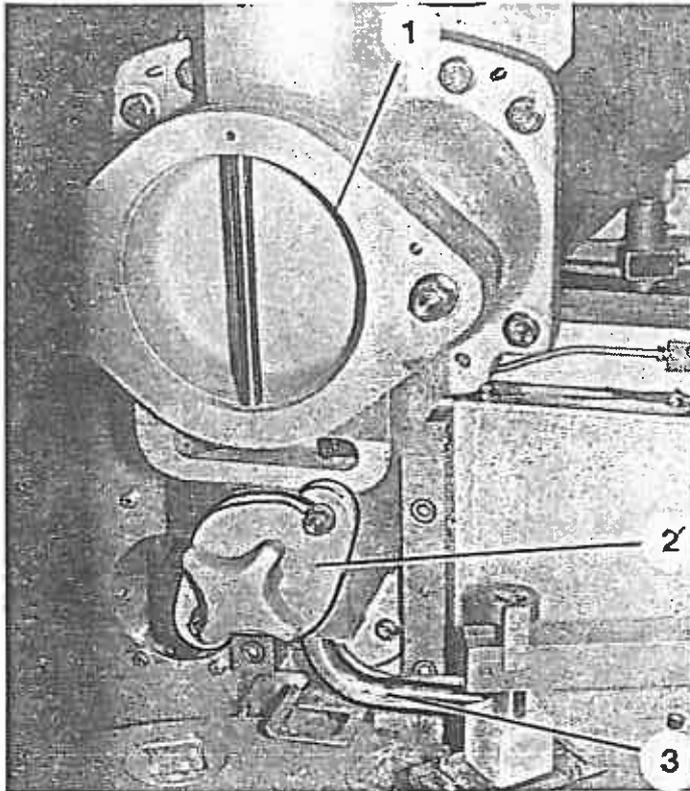

Bild 121.16
12. Verschlußdeckel (Bild 121.16/1 + 2) unter Beachtung der Einbauhinweise zu den Bildern 121.3 und 121.9 wieder einbauen. Ablaufmundstück (Bild 121.16/3) einbauen und Schneckenrotor, Zwischengehäuse und Dosiergehäuse mit heißem Wasser reinigen.